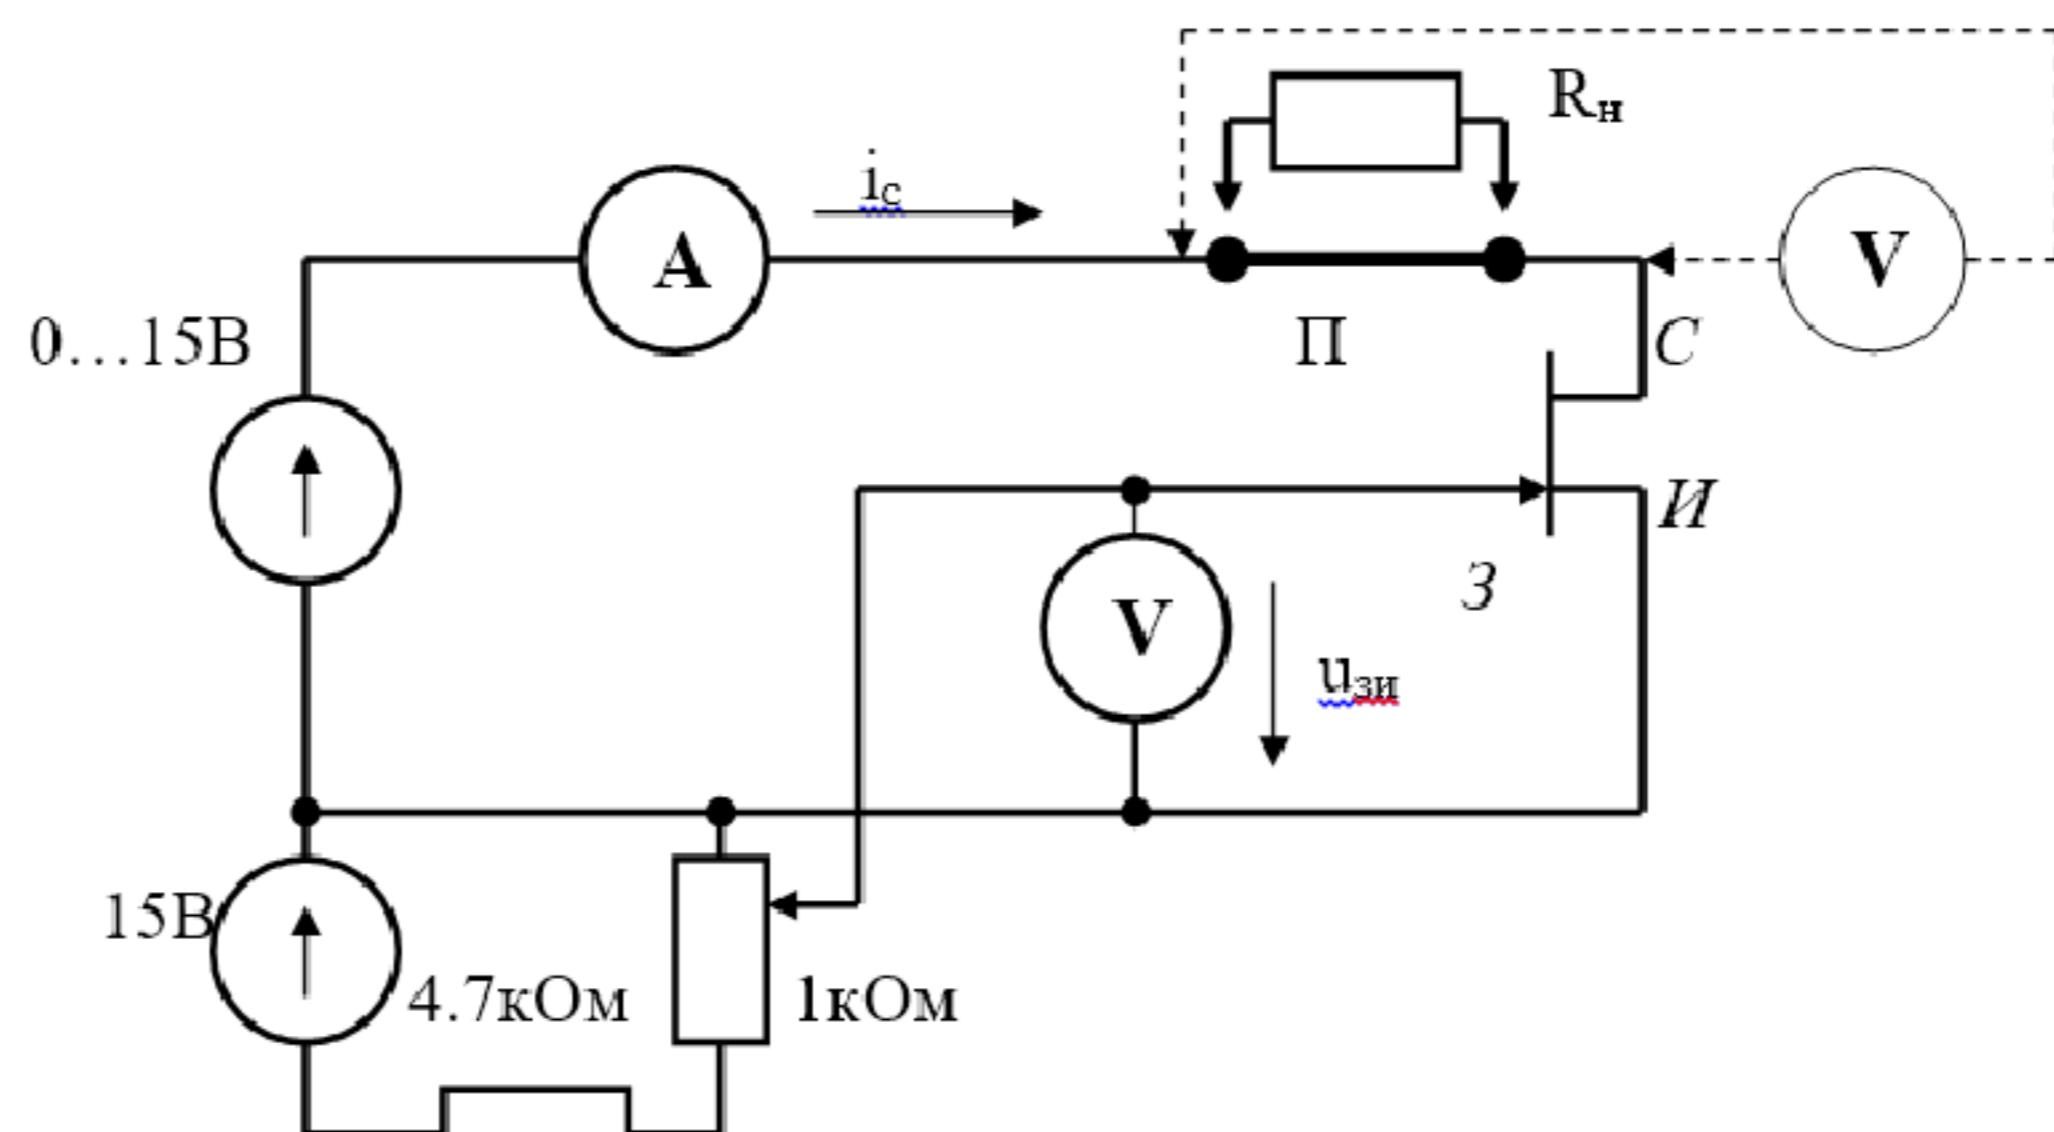

Рисунок 3.4
4. Собрать схему рис. 3.4 для снятия выходных характеристик транзистора.